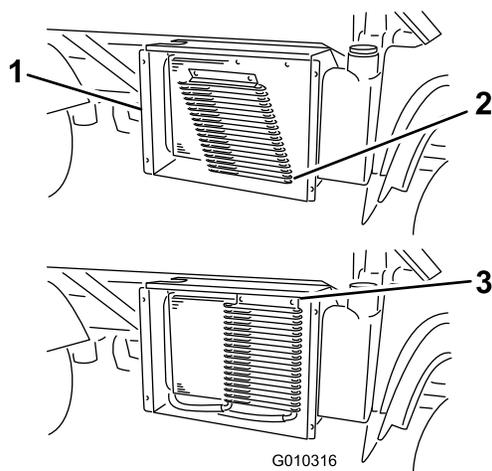

Рисунок 53
6. Поверните защелки (если они предусмотрены) и отведите от радиатора масляный охладитель (Рисунок 53).